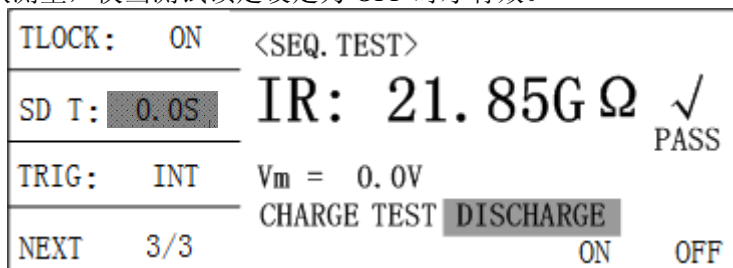

图 3-11 测试间隔设定
在<MAIN INDEX>页面中，用方向键将光标移动到“(2) STEP TEST”处，再按 **OK** 键则会进入<STEP TEST>页面，<STEP TEST>共分二页，如下图 3-11 所示：